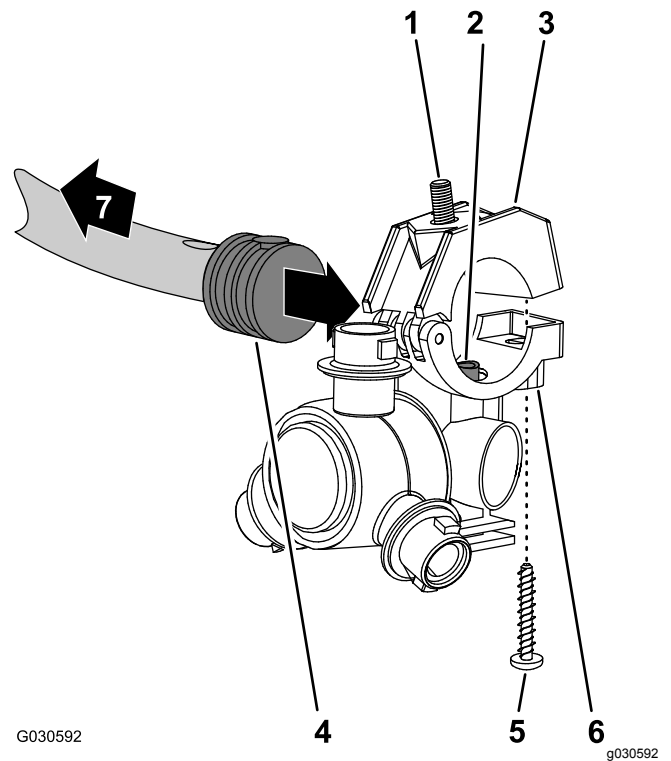

Bild 108
1. Fluchten Sie den Transferschlauch im Sattel einer Sprühdüse (Bild 108) mit dem Loch in der Seite des gezahnten Einzelschlauchschafte (1/2") aus.
2. Schließen Sie die obere Klemmenhälfte um den gezahnten Schlauchschafte und befestigen die Klemmenhälfte und das Sprühdüsengehäuse (Bild 108) mit der Edelstahlschraube (Nr. 12 x 1-1/4"). Ziehen Sie die Edelstahlschraube bis auf 14-18 Nm an.